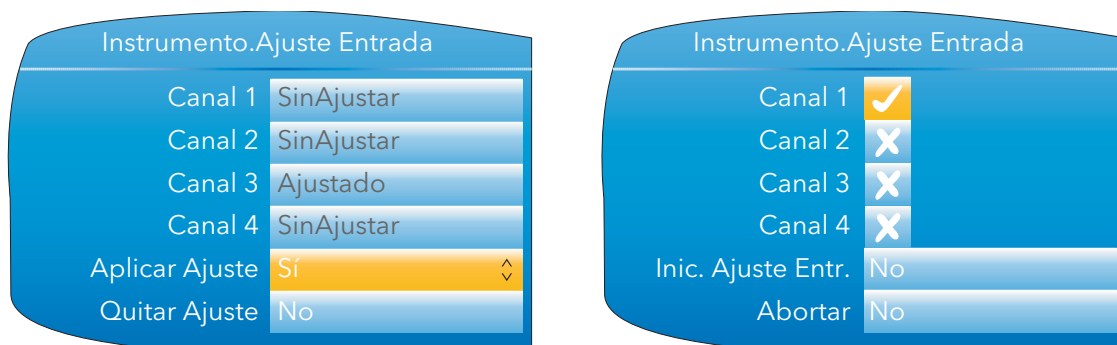

Figura 4.1.8b Procedimiento de ajuste de canal (1)
1. Como se indica en la Figura 4.1.8b, resalte el campo "Aplicar Ajuste" y pulse la tecla Desplazamiento para pasar al modo de edición. Use la flecha hacia arriba o hacia abajo para seleccionar "Sí". Pulse el botón Desplazamiento para cambiar la "cruz" del canal 1 por una "marca". Siga el mismo procedimiento para seleccionar otros canales que desee ajustar.